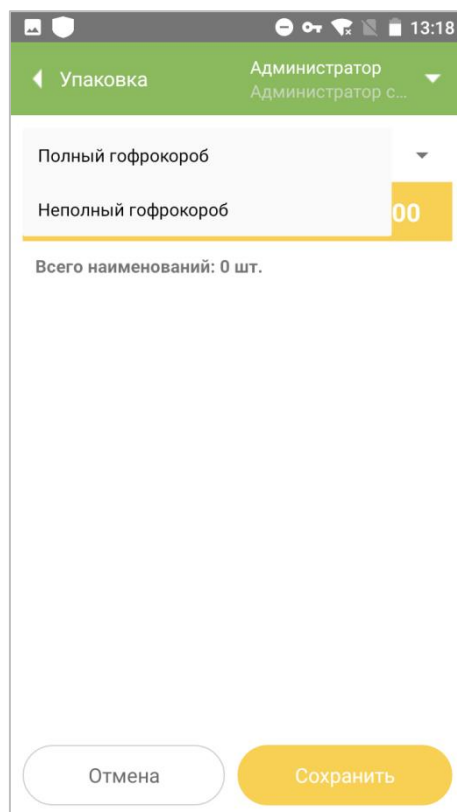

Рисунок 2.2
2. При необходимости выбрать тип короба из выпадающего списка (Рисунок 2.2). По умолчанию установлен тип «Полный гофрокороб». В зависимости от роли пользователя может быть доступна возможность выбора типа «Неполный гофрокороб».